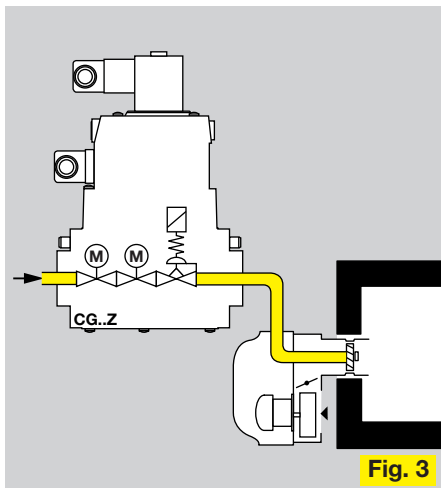

Fig. 3
- Fig. 3 Zweistufige Gebläsebrenner.
- Fig. 3 Two-stage fan-assisted burners.
- Fig. 3 2-ступ. напорные горелки